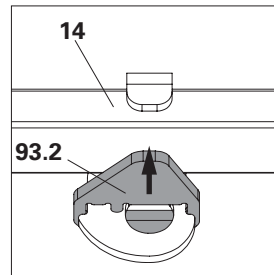

Fig. A11.06d
2. Sollevare la piastra di compressione (**93.2**) e spingerla verso il corrente orizzontale (**14**). (Fig. A11.06d – A11.06f)